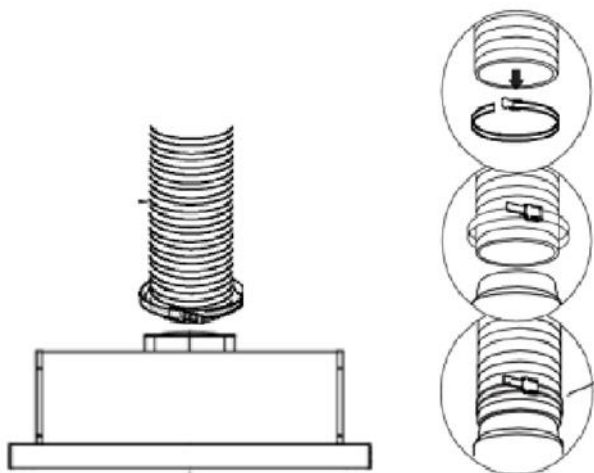

Рисунок 15
- 4) Установите алюминиевый воздуховод на отверстие выхода воздуха и закрепите его хомутом (приобретается с алюминиевым воздуховодом, не входит в комплект поставки); другой конец воздуховода следует протянуть через просверленное отверстие в кухонном шкафу и закрепить к окошку отвода воздуха. (примечание: данный пункт можно пропустить, если прибор устанавливается для рециркуляции воздуха с использованием угольного фильтра) (см. рисунок 15)